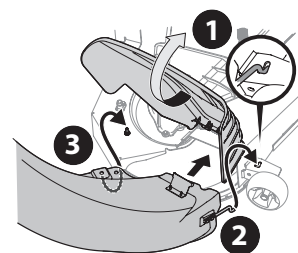

Figura 22
- Inserte el extremo del codo del bota (2) en el orificio suministrado en el montaje de rueda de la plataforma tal como se muestra en el inserto de la Figura 22.
- Gire la bota hacia atrás hasta que el orificio del codo del bota se alinee con el pasador de la plataforma. Mueva la bota hacia abajo hacia ese pasador como se muestra en (3) de la Figura 22.